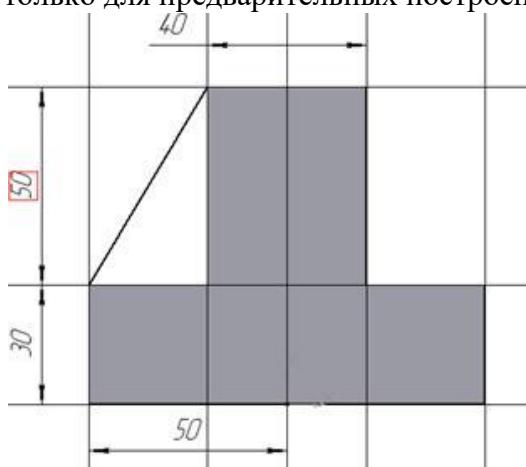

Рисунок 28 - Построение эскиза ребра жесткости
5. Для построения ребер жесткости служит кнопка Ребро жесткости. На панели свойств команды (рис.28) закладка Толщина позволяет выбрать Толщину ребра жесткости. Закладка Параметры позволяет определить: